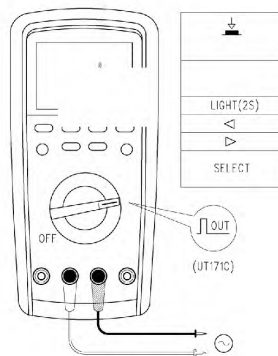

рис.13
**11. Выход квадратной волны (см. рис.13)**